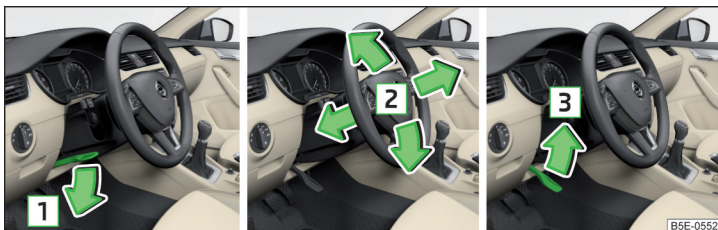

Fig. 16 Ajustar la posición del volante
- Gire la palanca de seguridad debajo del volante en la dirección de la flecha **1** » fig. 16.